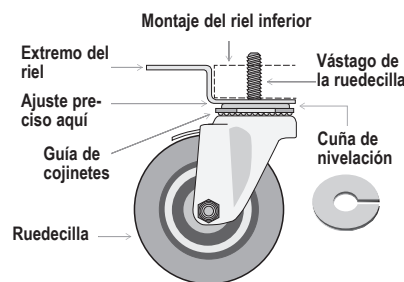

Fig. 7 Diagrama de ruedecilla.
3. Enrosque las ruedecillas en el riel del marco o en la parte inferior del equipo. Consulte las figs. 7 y 8.